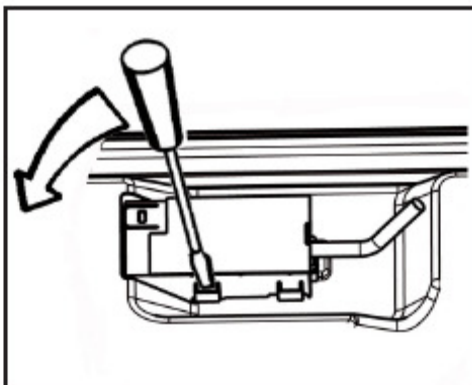

Fig. 8
- apasati usor si impingeti in sus pentru a ridica capacul (Fig.8).